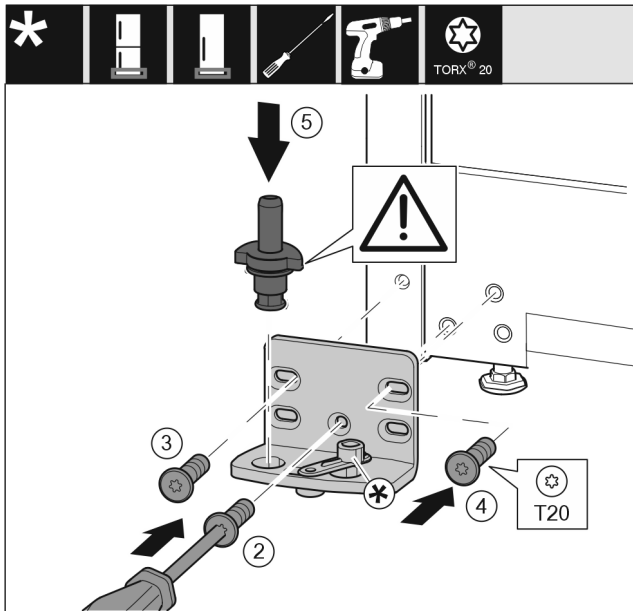

Fig. 19
- Helyezze fel a csapágybakot a másik oldalra, és csavarozza fel csavarhúzóval. Kezdje alul, a középső csavarral Fig. 19 (2).
- Húzza meg a csavart Fig. 19 (3) és a csavart Fig. 19 (4).
- Helyezze be teljesen a csapszeget Fig. 19 (5). Ügyeljen közben arra, hogy a reteszelő bütyök hátrafelé mutasson.